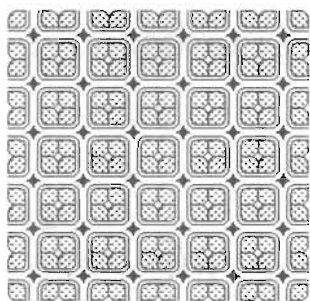

图 4-58
(2) 单击“修改”工具栏中的“矩形阵列”按钮 , 将其阵列复制出 6 行、6 列, 行间距为 1000, 列间距为 1200, 命令执行过程如下, 结果如图 4-58 所示。